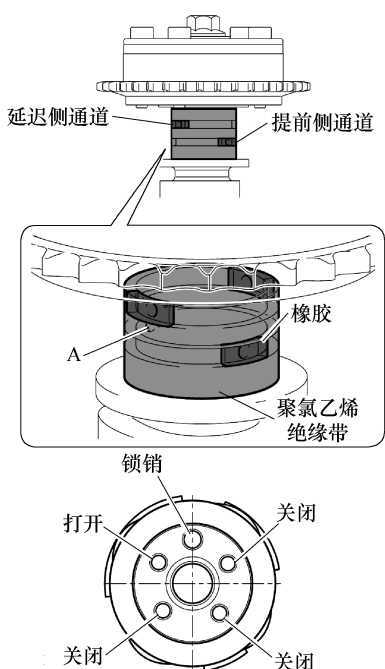

图 1-161 在端口 A 处开孔
② 将 1 号凸轮轴的锁销与凸轮轴正时齿轮的销孔对准并装上。
③ 检查并确认凸轮轴正时齿轮与凸轮轴法兰之间无间隙。
④ 用手固定凸轮轴，然后用手安装凸轮轴正时齿轮的安装螺栓。
⑤ 松开锁销。
b. 如图 1-161 所示，用聚氯乙烯绝缘带盖住凸轮轴颈上的 4 个油道。
c. 如图 1-161 所示，在端口 A 处打开一个孔。